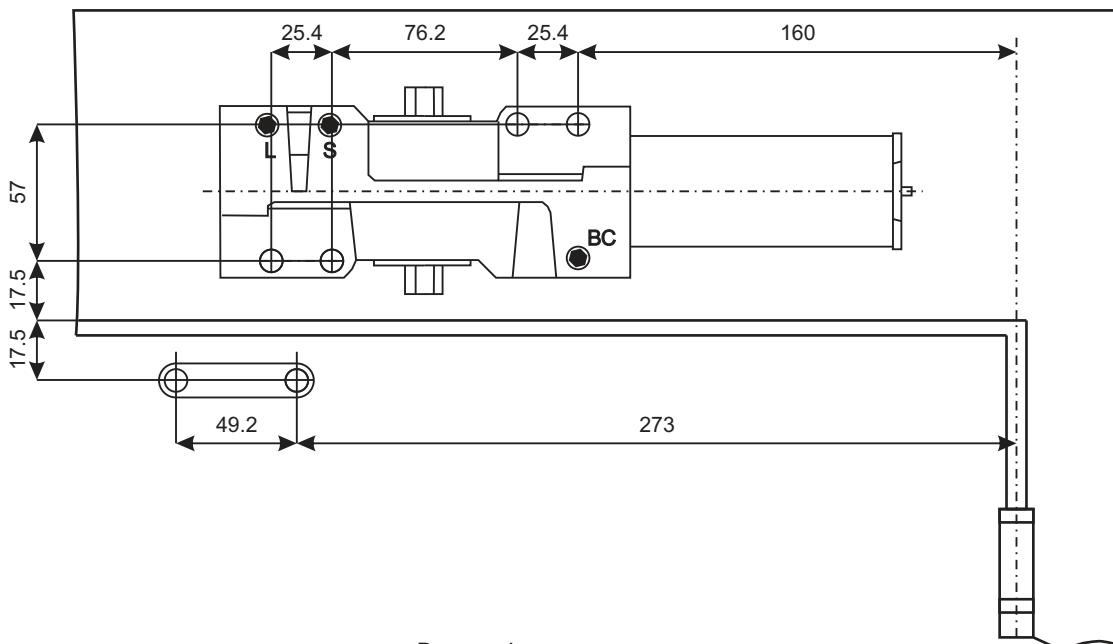

Рисунок 4
- Используя рисунок 4 наметьте и просверлите крепежные отверстия для тела доводчика и кронштейна рычага.
- Отрегулируйте винтом «CLOSING» (рисунок 4) скорость закрытия.
- Отрегулируйте винтом «LATCH» (рисунок 4) скорость доводки в диапазоне 18° - 0° (см. раздел регулировки).
- Данная модель доводчика оснащена винтом регулировки BACK CHECK (ветровой тормоз), который ограничивает резкое распахивание или захлопывание двери на отрезке от 70° до 180° (зависит от регулировки). При необходимости отрегулируйте степень амортизации, используя винт "BC" (рисунок 4).